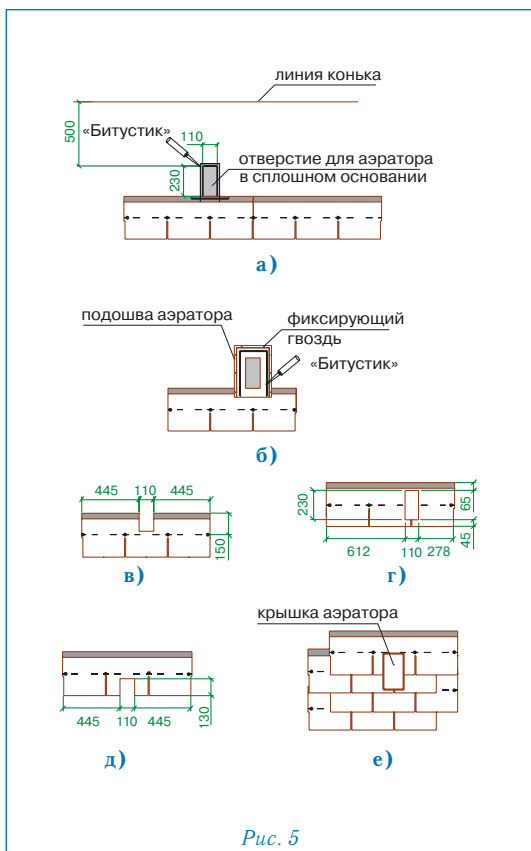

Рис. 5
Установка аэратора «Престиж» (рис. 5)
- В сплошном основании кровли прорезается отверстие 11 х 23 см, расположенное согласно рис. 5а;
- корпус аэратора устанавливается поверх отверстия и фиксируется стальными гвоздями; по верхней и боковым сторонам подошвы корпуса также наносится битумная мастика «Битустик» (рис. 5б);
- при укладке последующих трех рядов черепицы подошва аэратора закрывается листами ПРЕСТИЖ ЭЛИТ с соответствующими прорезами (рис. 5е);
- на корпус аэратора устанавливается крышка, которая фиксируется нажатием (до щелчка) (рис. 5е).